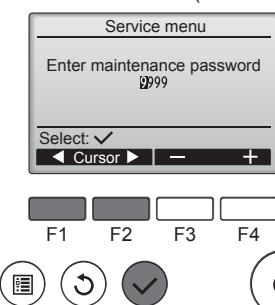

Fig. 6-2
① Dans le Menu principal, sélectionnez "Service" puis appuyez sur la touche .
② Lorsque le menu SAV est sélectionné, une fenêtre apparaît et vous invite à saisir le mot de passe. (Fig. 6-2)